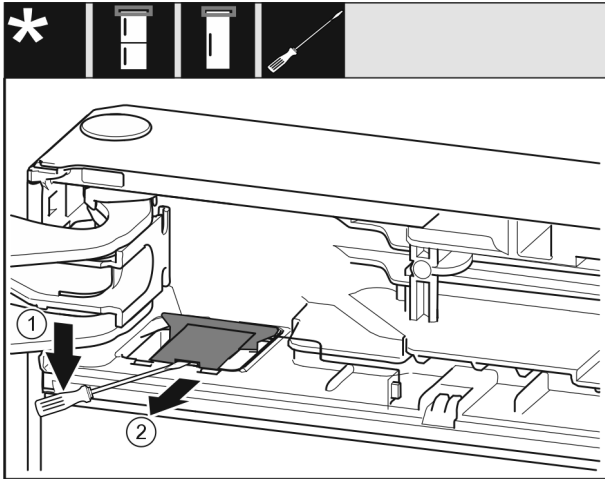

Fig. 10
- ▶ Nxirrni nga foleja kapakun mbulues me një kaçavidë dhe ngrijeni lart. Fig. 10 (1)
- ▶ Nxirrni jashtë kapakun mbulues. Fig. 10 (2)